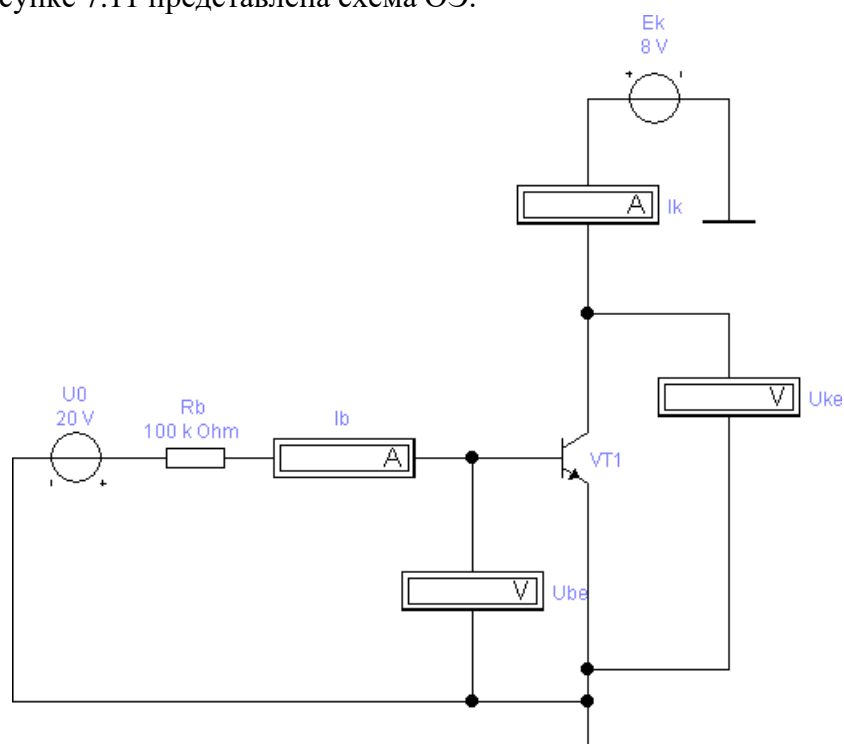

Рисунок 7.11 – Схема включения ОЭ
1. Собрать схему включения ОЭ – рисунок 7.11. Построить с помощью программы Microsoft Excel семейство входных характеристик транзистора  $I_b(U_{эб})$  при  $U_{кэ}=\text{const}$  и выходных характеристик  $I_k(U_{кэ})$  при  $I_b=\text{const}$ .